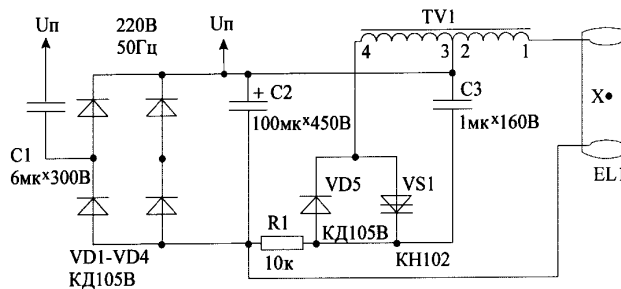

рис. 2
**Настройка.** Если схема не работает, необходимо поменять местами концы третьей обмотки. Ток, потребляемый работающей схемой, 50-60 мА. Для запитки ламп постоянным напряжением можно порекомендовать схему, изображенную на рис.2. В схеме уверенно работают динисторы с любым буквенным индексом, начиная с А. В качестве трансформатора TV1 используется промышленный типа Д-29-1,2-0,28. Несколько хуже работает Д-20-1,2-0,2, ввиду того что потребляемый ток лампы больше 200 мА, температура нагрева дросселя достигает 50°C. Диоды VD1-VD5 типа КД105 или Д226. Резистор R1 типа МЛТ-2. Недостатки схемы: 1) если лампа старая и плохо запускается, резистор R1 начинает сильно нагреваться, так как генератор запуска, собранный на динисторе, работает непрерывно; 2) появление со временем черного пятна с одной из сторон лампы.